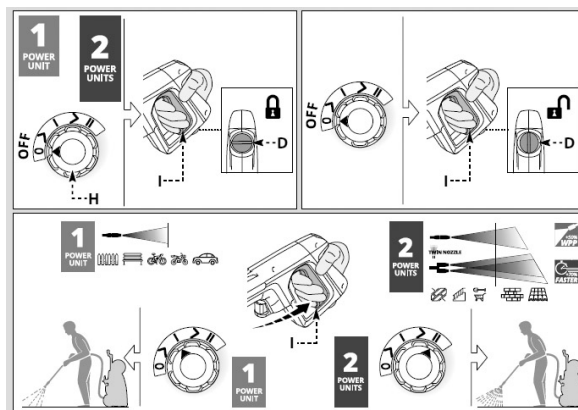

Fig.7: Dispositivos operativos
## 9.2 Encender (Fig.7)
Paso 3: Accione el bloqueo (Elemento D, Fig. 7) de la pistola.
Paso 1: Libere el bloqueo (elemento D, fig. 7) de la pistola.
Paso 6: Vuelva a presionar el bloqueo (elemento D, fig. 7) de la pistola.